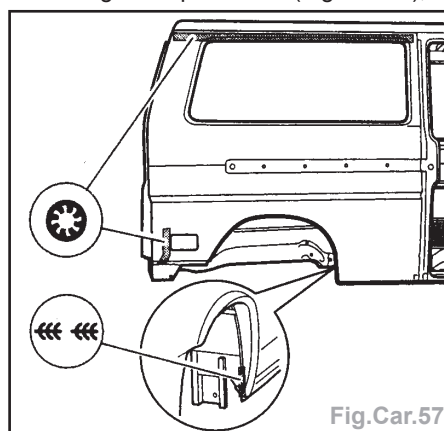

Fig.Car.57
• le panneau latéral par bouchonnage sous gaz de protection (Fig.Car.57),
- le panneau latéral par bouchonnage sous gaz de protection (Fig.Car.57),